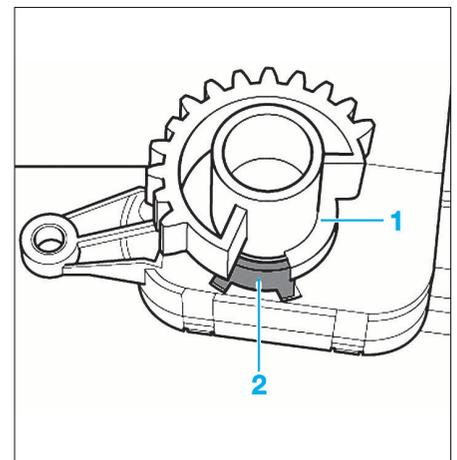

FIG. 40
Le servomoteur est livré en position "air frais", il ne peut être monté que lorsque le pignon (1) est en appui sur la butée (Fig.40).
- Mettre le pignon (1) du servomoteur en appui sur la butée (2) (Fig.40).